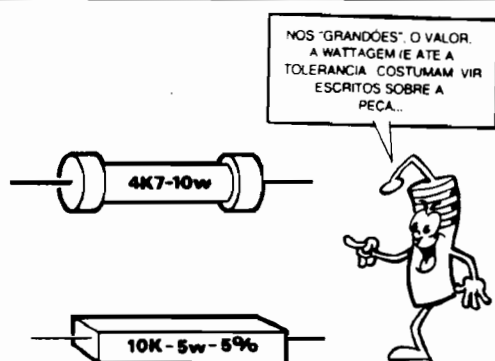

Fig.1
- **FIG. 1** - Resistores "grandes". Valor, dissipação (e outros parâmetros) inscritos (com letras e números) sobre o corpo do componente.